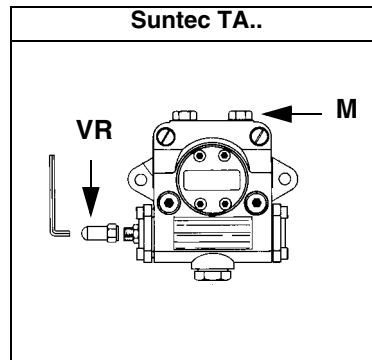
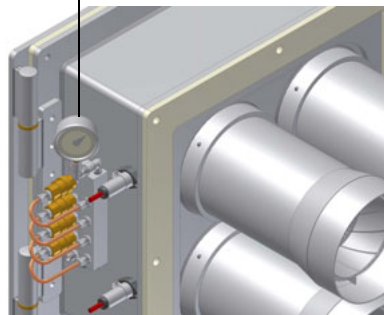

Рис. 21
Рис. 22
- 3 выпустить воздух со штуцера (M) манометра насоса (Рис. 21), расслабив слегка заглушку, но не снимая ее; затем отпустить контактор;
- 4 Давление питания форсунки уже отрегулировано заранее на заводе-изготовителе и не должно изменяться. Только в случае необходимости, отрегулировать давление питания (см. соответствующий параграф) следующим образом: установить манометр в положение, указанное на Рис. 22, воздействовать на регулировочный винт VR насоса (см. Рис. 21) до получения на форсунке давления в 25 бар (см. таблицу на стр 37);